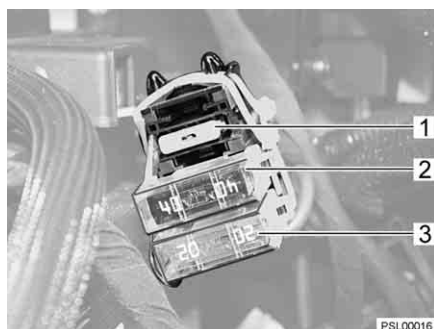

Fig. 37 Fusibles de la batterie de démarrage
- Type de fusible (Fig. 37,1) : fusible plat 2 A/gris pour la dynamo D+
- Type de fusible (Fig. 37,2) : fusible plat Jumbo 40 A/orange
- Type de fusible (Fig. 37,3) : fusible plat 20 A/jaune pour réfrigérateur et câble de charge